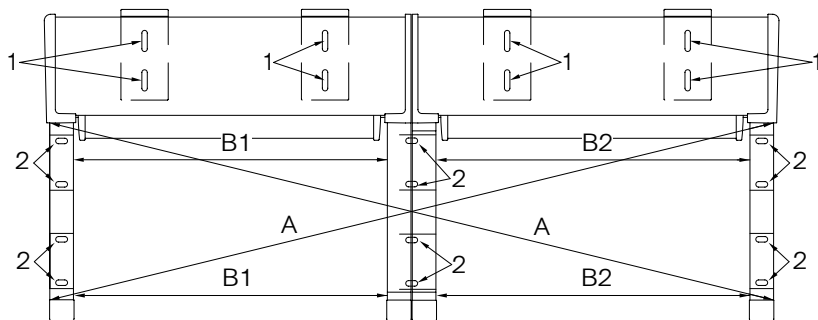

Abb. 36: Ausrichten der Markise
- » Messen Sie die Diagonale (A – Abb. 36) und die Breite (B1 und B2 – Abb. 36) nach. Die beiden Maße A müssen gleich sein, ebenso die beiden Maße B1 und die beiden Maße B2.